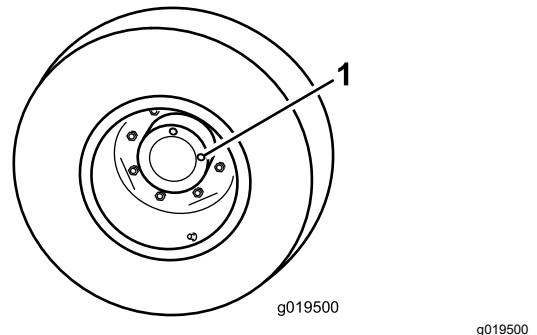

Figure 65
- Amenez la machine sur une surface plane et horizontale, tournez la roue de sorte à placer un bouchon de contrôle à la position 12 heures et l'autre à la position 3 heures (Figure 65).
- Bouchon de contrôle/vidange (2)
- Retirez le bouchon qui est à la position 3 heures (Figure 65).